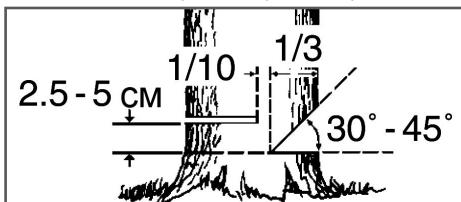

Рис. 14 Расположение запила и пропила
4. Выберите направления падения дерева. Для этого следует учсть силу и направление ветра, естественный наклон дерева, равномерность распределения веток в кроне дерева. Начните пилить с той стороны дерева, куда оно должно упасть (Рис. 14).